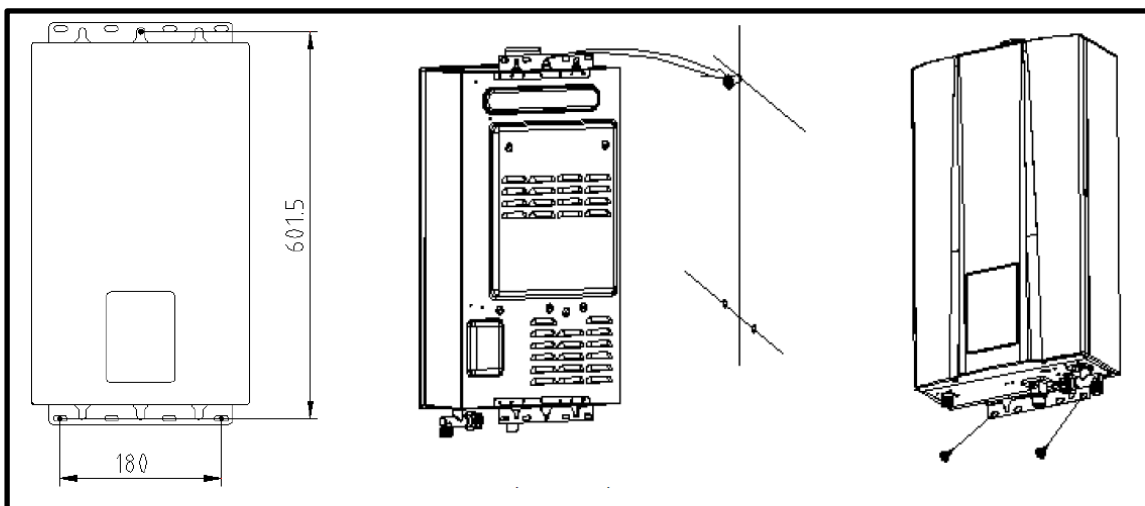

Fig. 9 (Unid.: mm)
Faça os furos na parede de acordo com a Fig. 9, coloque um parafuso de expansão no furo superior e buchas de plástico no furo inferior, monte o esquentador verticalmente no parafuso superior sem inclinação e aperte nos orifícios inferiores com parafusos de expansão.
2. Lembre-se de que a pressão da água deve ser suficiente para ativar o esquentador quando tirar água quente num piso superior. Se as ligações de água quente e fria com o esquentador estiverem trocadas, o esquentador não funcionará. Os acessórios de cobre ou latão de 1/2' funcionam melhor quando ligados aos conectores. Os conectores do tipo flexível facilitarão a instalação e vedarão a válvula de água através de uma ligação de união com uma junta do tipo anilha na junta. Nesta junta não deve ser utilizado nenhum lubrificante de rosca nem fita de rosca de tubos. Verifique se não há partículas soltas ou sujidade na tubagem. (Fig. 9)